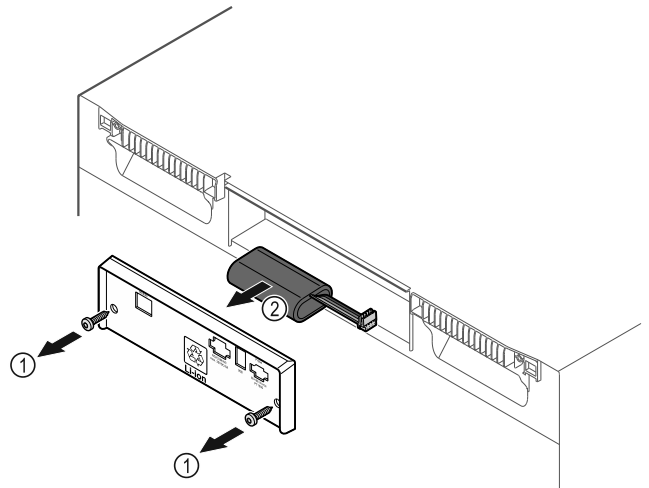

Fig. 185
- ▶ Skru ut skruene, og ta av dekslet på baksiden av apparatet Fig. 185 (1).
- ▶ Koble fra og ta ut batteriet Fig. 185 (2).